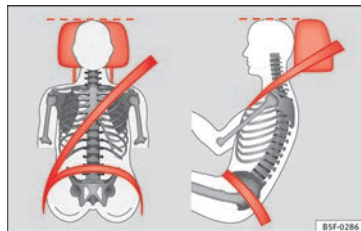

Fig. 70 Appuie-tête correctement réglé, vu de face et latéralement.
– Réglez l'appuie-tête de telle manière que son bord supérieur soit dans la mesure du possible à la même hauteur que la partie supérieure de votre tête, et au moins à la hauteur des yeux » » **fig. 70.**